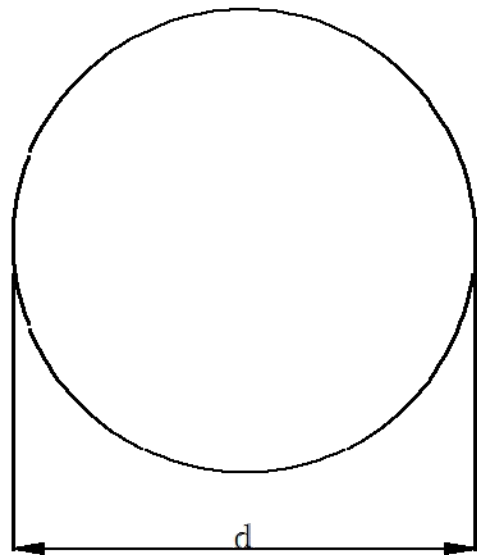

图4
5.4.3.1 指令标志的基本型式是圆形边框，如图 4 所示。
6.2.2.2.1 墩身施工，在墩身醒目位置，必须设置“墩号标志牌”标志，参见附录 E 图 4。
6.2.2.2.2 墩身施工下方具有物体坠落造成物体打击的危险区域的醒目位置，应设置“禁止停留”、“当心落物”和“当心吊物”标志。参见附录 E 图 4。